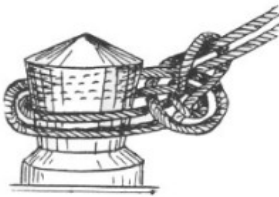
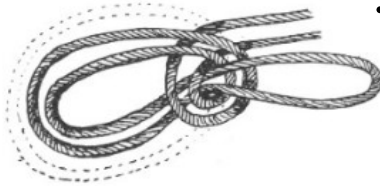

Fig. 56. Dobbelt Pælestik.
Fig. 57. Dobbelt Pælestik paabegyndt.
- *Dobbelt Pælestik*, Fig. 56, benyttes kun sjældent. Paa det dobbelte Tovværk laves en Bugt, hvorigennem Endebugten stikkes, se Fig. 57. Den overhales derefter saa meget, at den kan krænge s helt neden om Stikket, se den punkterede Linie, og hales derefter tilbage, saa Stikket sanses.